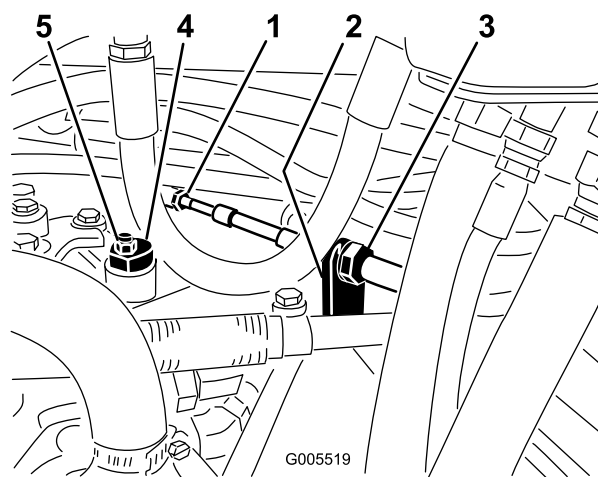

Figura 55
- A. Allentate entrambi i controdadi che fissano il cavo di comando della trazione alla paratia dell'igrostatato (Figura 55). Verificate che i controdadi siano ugualmente allentati, in modo sufficiente da consentire la messa a punto.
**Nota:** Allentate il dado che fissa l'eccentrico alla parte superiore dell'igrostatato (Figura 55).
cessa di girare, serrate il dado di bloccaggio dell'eccentrico per mantenere la messa a punto (Figura 55). Verificate la regolazione portando l'acceleratore in posizione Slow e Fast.
- D. Da ambo i lati della piastra serrate in modo uniforme i dadi che fissano il cavo di trazione alla piastra (Figura 55). Non torcete il cavo.